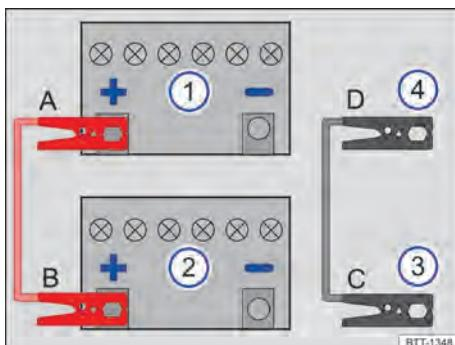

Fig. 191 Esquema para a conexão dos cabos auxiliares de partida.
Legenda para Fig. 191:
Conectar o cabo auxiliar de partida somente na sequência A – B – C – D → Fig. 191.
- Conectar uma extremidade do cabo auxiliar de partida *vermelho* ao polo positivo (+) do veículo com a bateria do veículo 12 V descarregada → Fig. 191 ① → ▲.
- Conectar a outra extremidade do cabo auxiliar de partida *vermelho* ao polo positivo (+) da bateria do veículo 12 V fornecedora de corrente → Fig. 191 ②.
- Conectar uma extremidade do cabo auxiliar de partida *preto* → Fig. 191 ③, de preferência, num ponto de auxílio à partida (ponto de aterramento), ou então, numa peça metálica maciça firmemente parafusada com o bloco do motor ou no próprio bloco do motor.
- Conectar a outra extremidade do cabo auxiliar de partida *preto* → Fig. 191 ④ do veículo híbrido com a bateria 12 V descarregada, de preferência, a um ponto de auxílio à partida (ponto de aterramento), ou então, a uma peça maciça de metal parafusada firmemente com o bloco do motor ou ao próprio bloco do motor → ▲.
- Desconectar o cabo auxiliar de partida com o motor em funcionamento somente na sequência D – C – B – A → Fig. 191.